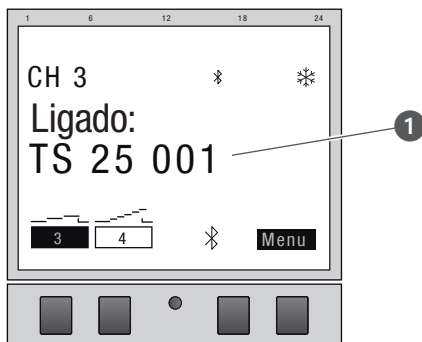

Fig. 24: A extensão de canal está ligada ao temporizador do distribuidor
9. Com a ligação ativa, a extensão de canal apresenta o nome do dispositivo conectado (Fig. 24/1).